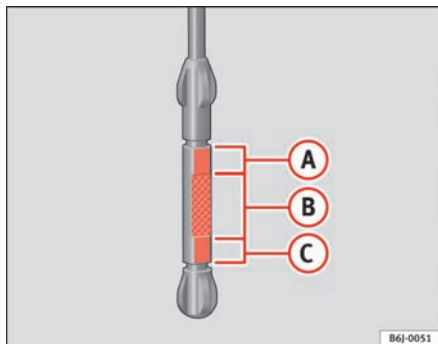

Fig. 112 Oliepind
- Træk derefter oliepinden op igen, og aflæs oliestanden ⇒ fig. 112. Efterfyld om nødvendigt motorolie.